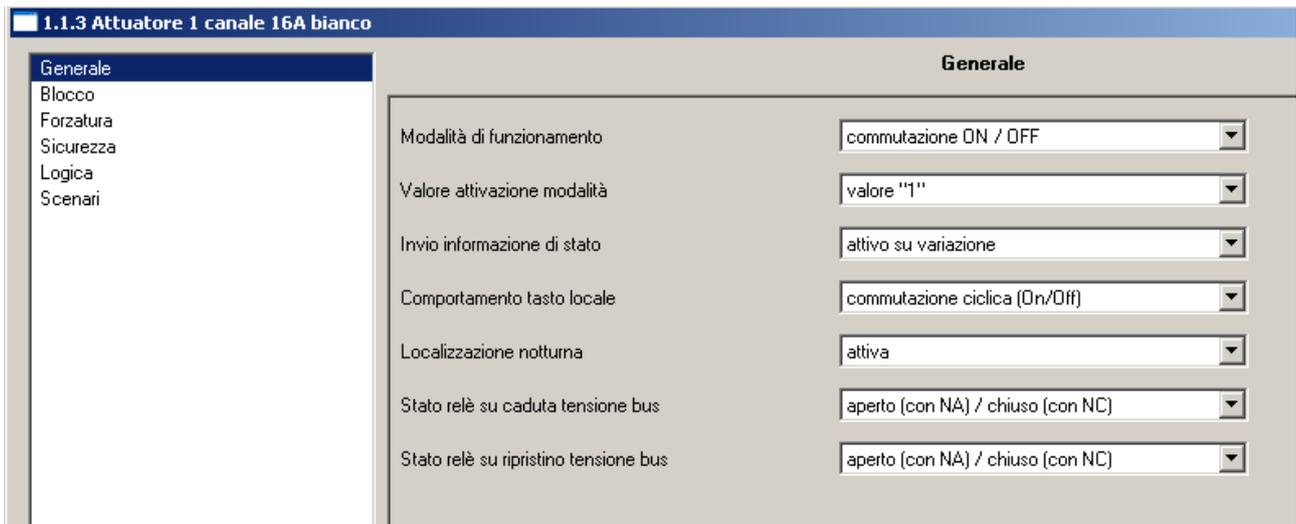

Fig. 7: Finestra di configurazione parametri **Attuatore 1 canale 16A (4) – Generale – commutazione ON/OFF**
In fig. 7 successiva si mostrano le impostazioni necessarie per abilitare le notifiche richieste e per gestire la commutazione ON/OFF delle lampade. Per le impostazioni relative agli altri parametri, qui non richiesti, si rimanda al manuale tecnico del dispositivo GW1x796.
1.4.4 Attuatore 1 canale 16A (4) – Comando ON/OFF lampada L2
Impostare la stessa configurazione mostrata per l'attuatore (3) al paragrafo precedente 1.4.3 ed in fig. 7.